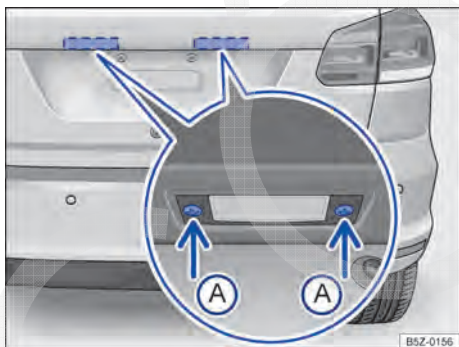

Fig. 180 Na tampa do compartimento de bagagem: remover a lanterna da placa de licença.
2. Com o auxílio de uma chave de fenda, remover os parafusos de fixação → Fig. 180 (A) da lanterna da placa de licença.